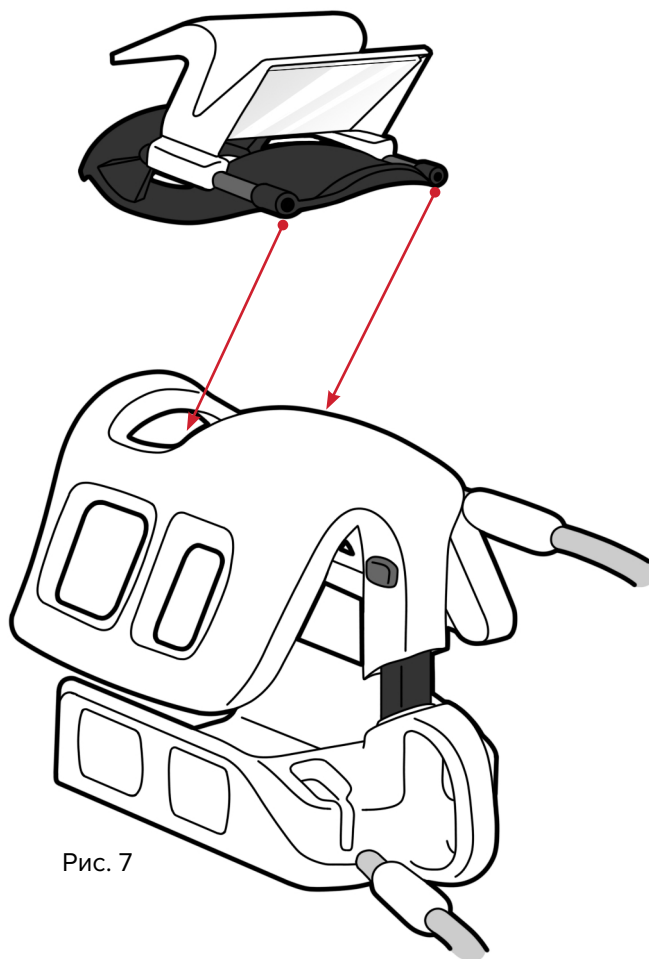

Рис. 7
7. Прикрепите съемное двойное зеркало к верхней катушке с помощью держателя зеркала (рис. 7) (как вариант):